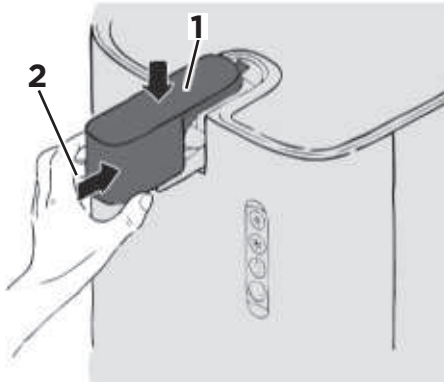

Abb. 51
14. Legen Sie die Abdeckung des Strahlreglers auf den Strahlregler (Abb. 51/1) und schieben Sie die Abdeckung bis zum Einrasten nach hinten (Abb. 51/2).